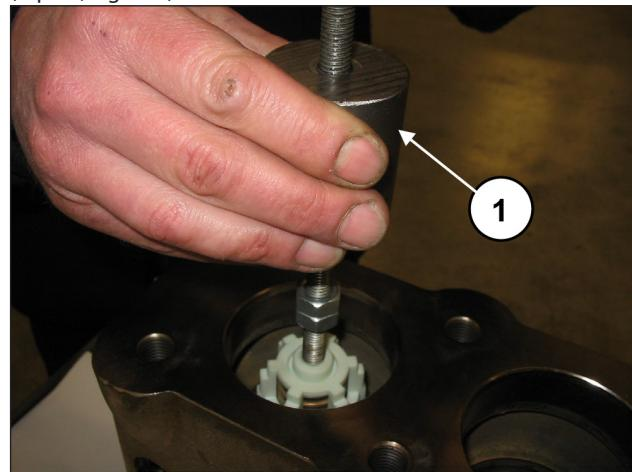

Fig. 110
Extraire le groupe souape de refoulement en appliquant un chassoir à inertie sur l'orifice M10 du guide de souape (rep. ①, Fig. 110).